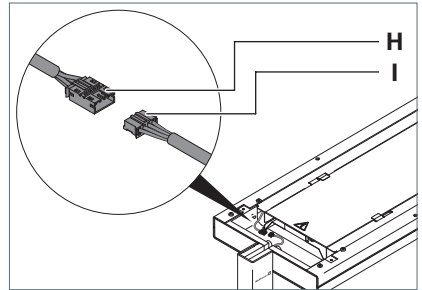

Fig. 4: Leuchtenkopf anschließen, Teil 1.
- Verbinden Sie den Stecker **I** mit der Buchse **H** am Leuchtenkopf, siehe Fig. 4.